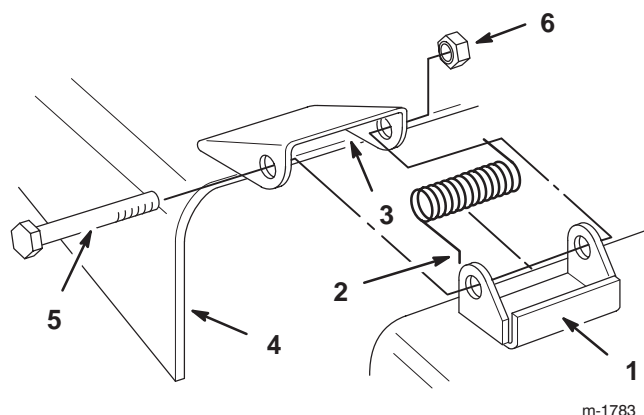

Figure 48
1. Enlevez le contre-écrou, le boulon et le ressort qui fixent le déflecteur aux supports du plateau de coupe (Fig. 48). Enlevez le déflecteur s'il est endommagé ou usé.
2. Placez les ressorts dans les supports du plateau de coupe, les extrémités crochues engagées sur la partie arrière surélevée (Fig. 48).
3. Placez le déflecteur en face des trous des supports et des extrémités droites des ressorts dans l'espace sous la charnière et au-dessus du déflecteur (Fig. 48).